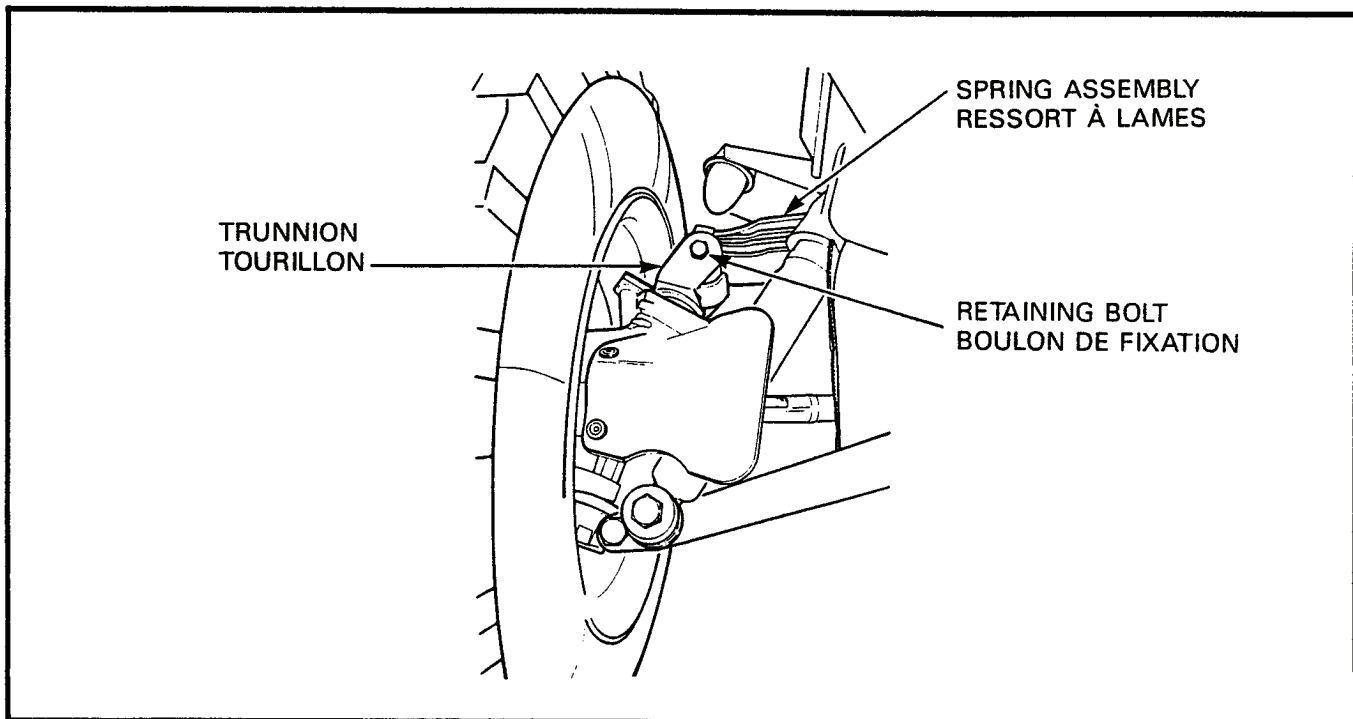

Figure 6-2-2 Spring Assembly at Trunnions
e. Remove the bolts from both ends of the spring, see Figure 6-2-2.	e. Enlever les boulons des deux extrémités du ressort, voir figure 6-2-2.